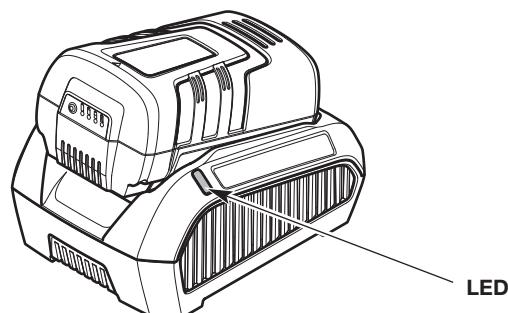

Fig. 12
1. Enchufe el cargador de baterías en un tomacorriente eléctrico adecuado. El LED debería ponerse rojo (constante) (Fig. 12). Si no lo hace: